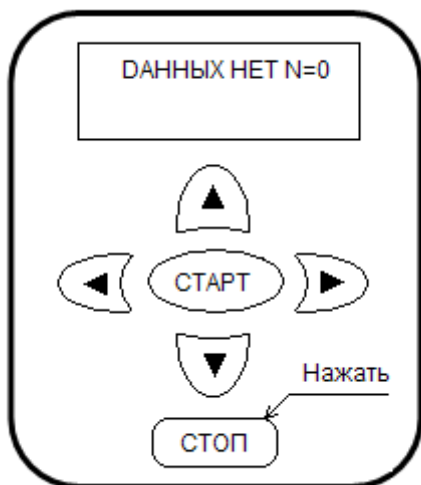

Рис. 21
12.4.4. В главном меню, кнопками «ВПЕРЕД», «НАЗАД» выберите пункт ВЫВОД АРХИВА ДАННЫХ, нажмите кнопку «СТАРТ», если в памяти данных нет, на экран будет выведена надпись: ДАННЫХ НЕТ N = 0. См. рис. 21.